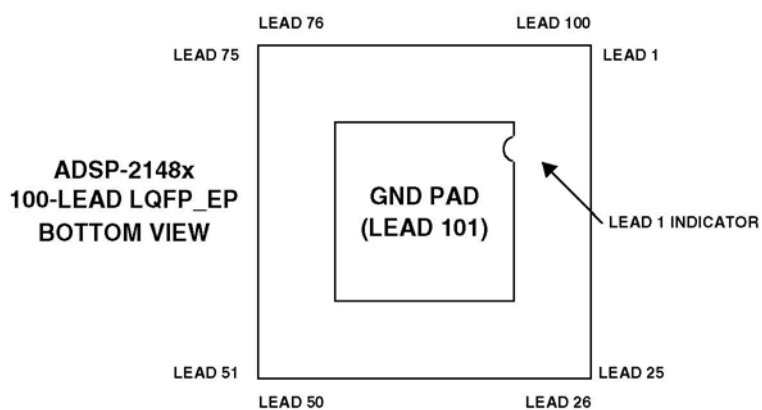

図 49. 100 ピン LQFP_EP のピン配置(底面図)
*101 番ピンは GND 接続です (図 48 および図 49 を参照)。このパッドは GND に確実に接続する必要があります。